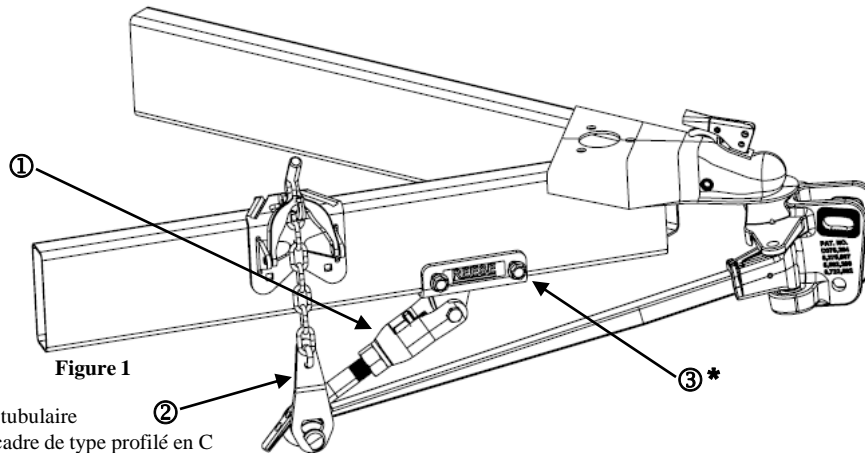
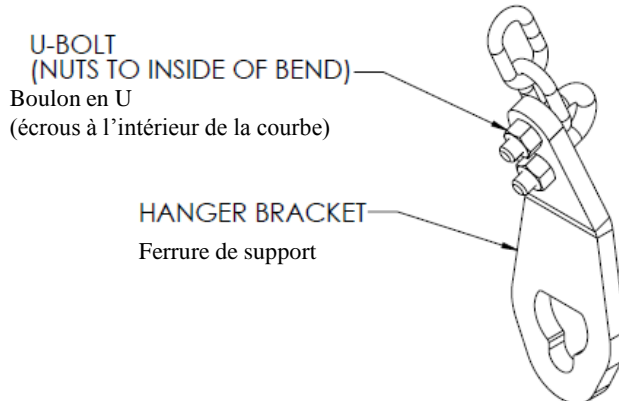

Figure 1
Figure 3
1. Repérer les deux ferrures de support incluses dans l'ensemble (article 2, figure 1). Poser le boulon en U et la chaîne fournis dans votre nécessaire de répartition de charge sur chaque ferrure de support, comme illustré à la figure 3 (si l'on installe le Dual Cam HP avec un nécessaire de répartition de charge existant, les boulons en U et les chaînes devront être enlevés de chaque barre stabilisatrice avant qu'ils puissent être installés sur les ferrures de support). Les boulons en U doivent être posés dans les extrémités des chaînes (dernier maillon), comme illustré à la figure 3.
2. Poser deux (2) contre-écrous par boulon en U et serrer. Au moins deux (2) filets doivent dépasser de l'extrémité des écrous.